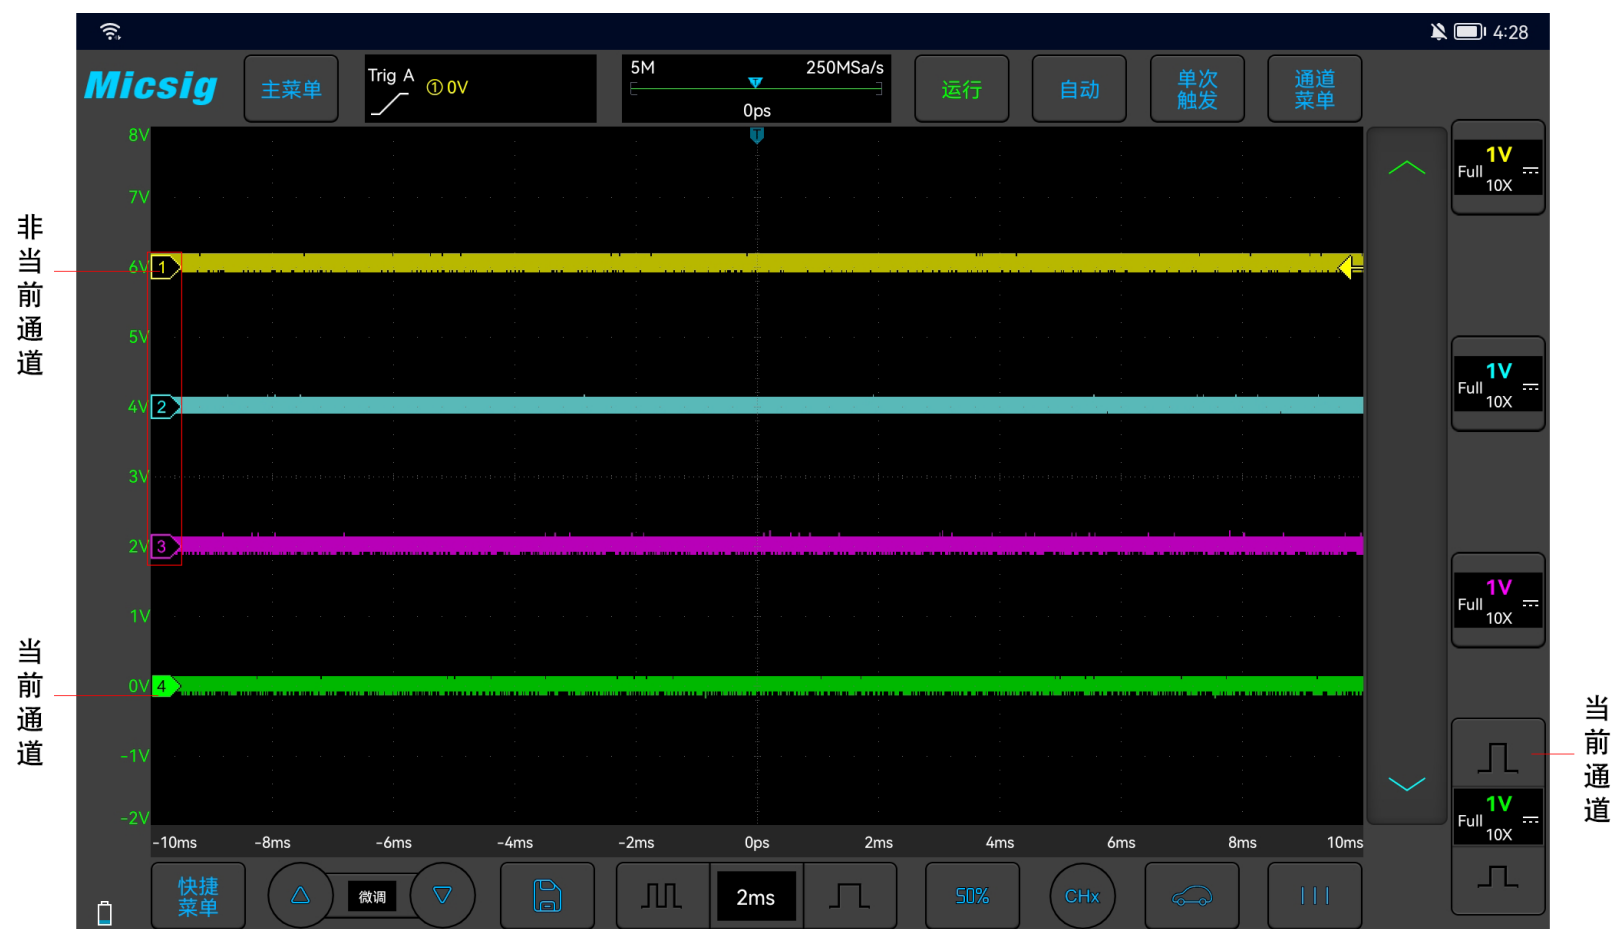

图5-2 当前通道与非当前通道
**当前通道：**示波器可以同时显示多条波形，但是只允许有一条波形优先显示在最上层，被优先显示在最上层的通道，称为当前通道。当前通道的通道图标会显示垂直档位按钮，通道指示器是实心，非当前通道的通道指示器是空心，区别见图 5-2。